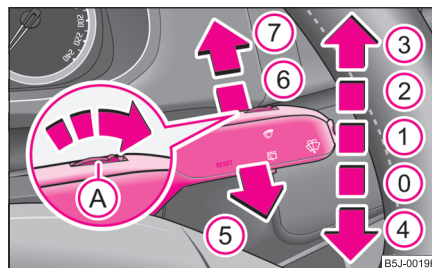

Fig. 41 Maneta de acționare a ștergătoarelor de parbriz
Maneta de acționare a ștergătoarelor ⇒ fig. 41 are următoarele poziții:
- Apăsați maneta înspre bord, în poziția **6** ⇒ pagina 50, fig. 41, ștergătorul va acționa la fiecare 6 secunde.
Pentru spălarea farurilor, după fiecare a cincea spălare a parbrizului se vor spăla și farurile; pentru aceasta farurile trebuie să fie aprinse și maneta de acționare a ștergătoarelor de parbriz trebuie să fie menținută cca. 1 secundă în poziția **5** ⇒ pagina 50, fig. 41.